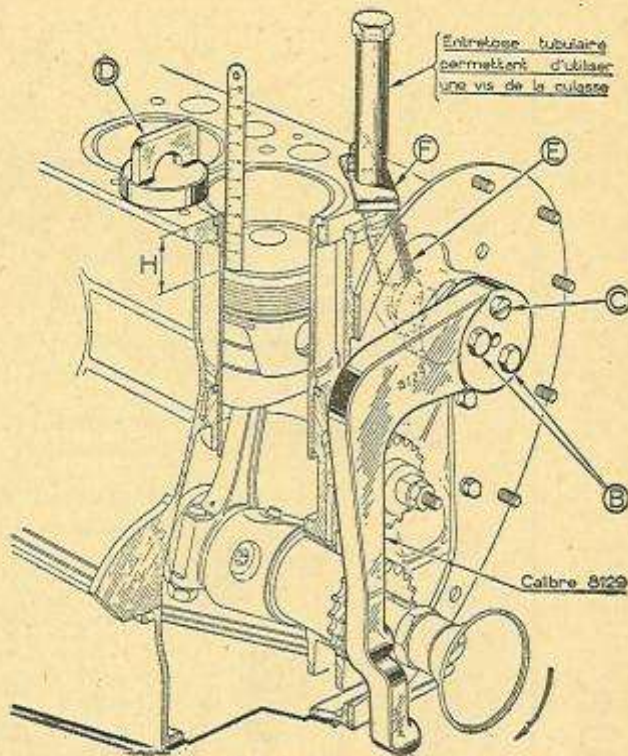

Fig. 19. — Utilisation de l'appareil 8.129.
- 1° Immobiliser les chemises au moyen des deux vis d'outillage D (fig. 19) ;